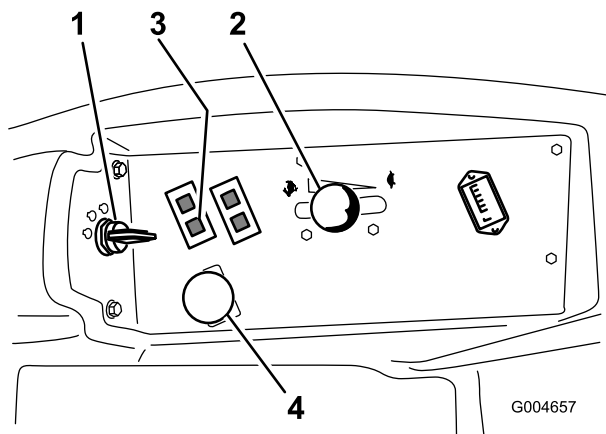

Figura 18
4. Disinserite la presa di forza (posizione Off) (Figura 18).
5. Portate la leva dell'acceleratore al centro tra le posizioni Minima e Massima (Figura 18).